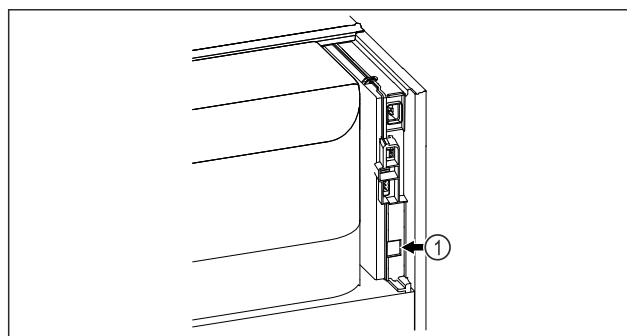

Fig. 132
- Założono SmartModule Fig. 132 (1).